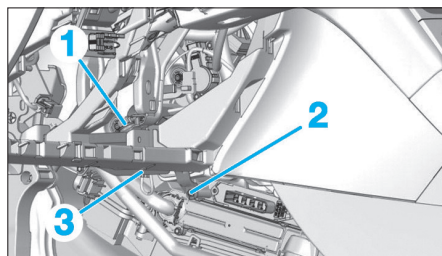

Fig. 33
- la sonde de température d'air (1) (Fig.33),
- la vis (2),
- le conduit d'air (3),